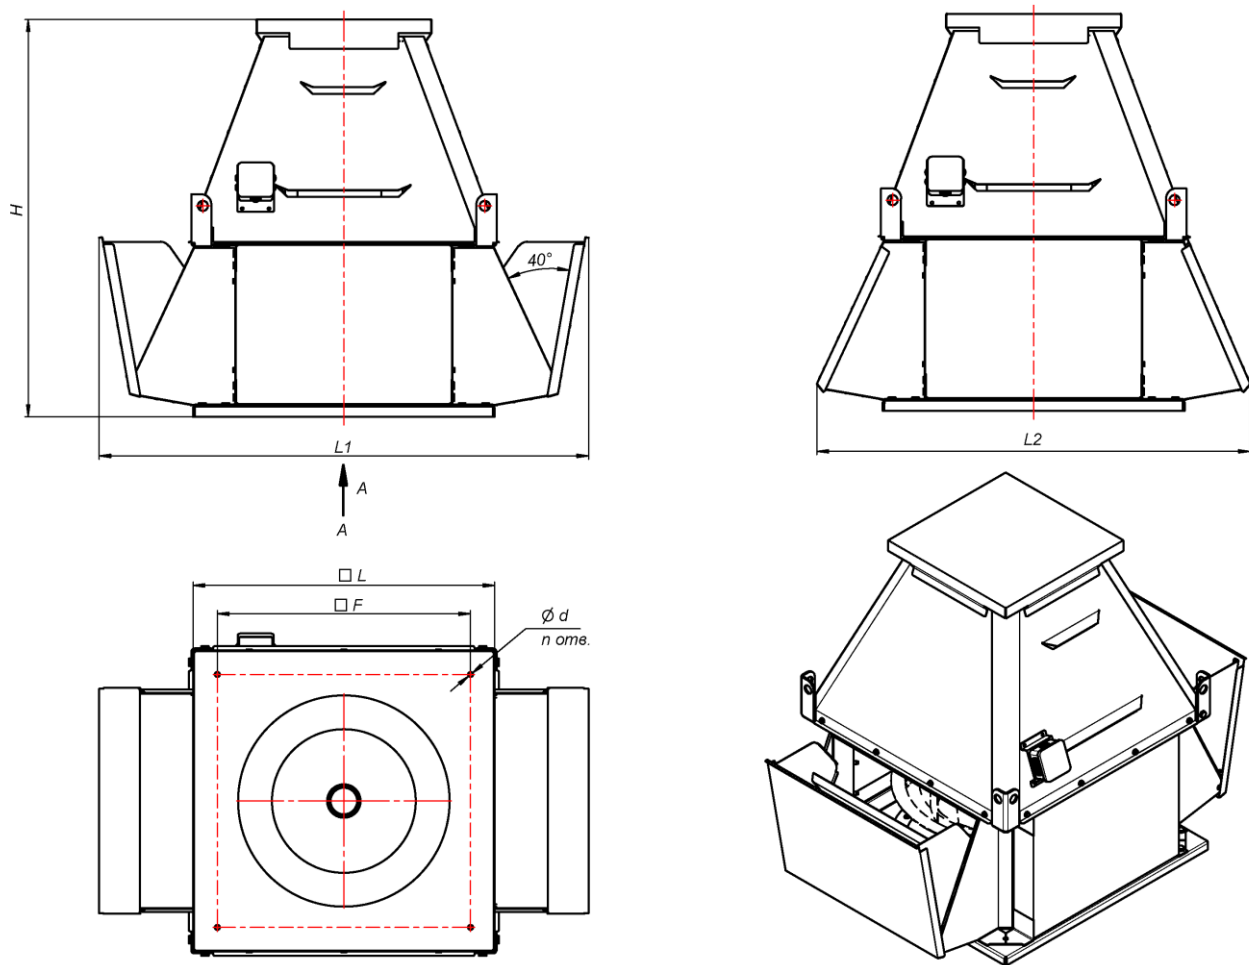

Рисунок 1. Габаритные, присоединительные размеры и общий вид вентиляторов RAW
1.2.2. Устройство вентиляторов, габаритные, присоединительные и установочные размеры вентиляторов указаны на рис. 1, рис. 2, табл. 1, табл. 2.